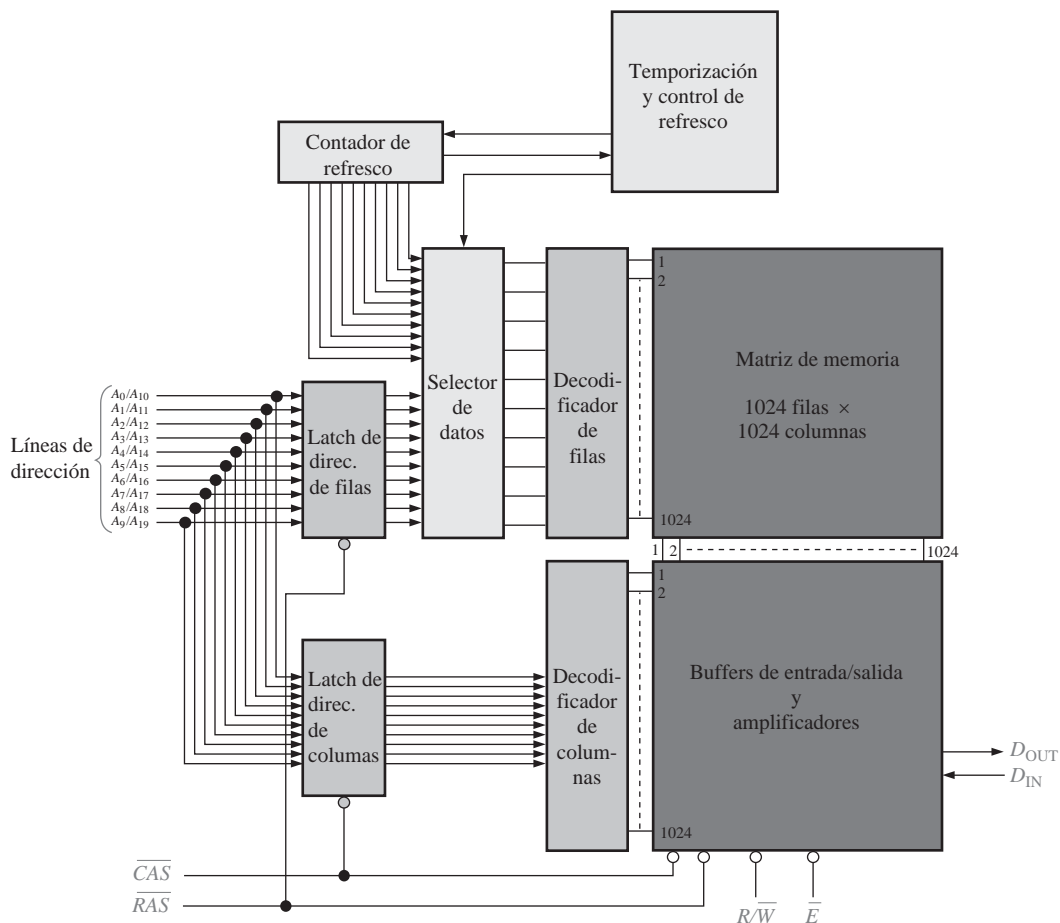

FIGURA 10.18 Diagrama de bloques simplificado de una DRAM de  $1M \times 1$ .
**Multiplexación de direcciones.** Las DRAM utilizan una técnica denominada *multiplexación de direcciones* que sirve para reducir el número de líneas de dirección. La Figura 10.18 muestra el diagrama de bloques de una DRAM de 1.048.576 bits (1 Mbit) con una organización de  $1\text{ M} \times 1$ . Vamos a centrarnos en los bloques de color gris oscuro para ilustrar la multiplexación de direcciones. Los bloques en color gris claro representan la lógica de refresco.
de un ciclo en modo página rápida, todas las direcciones de la fila seleccionada se habrán leído o escrito, dependiendo del nivel de  $R/\overline{W}$ . Por ejemplo, un ciclo en modo página rápida para la DRAM de la Figura 10.18 requiere que la señal  $\overline{CAS}$  se active 1024 veces para cada fila seleccionada mediante la señal  $\overline{RAS}$ .
El *refresco a ráfagas* y el *refresco distribuido* son los dos modos básicos de las operaciones de refresco. En el refresco a ráfagas, todas las filas de la matriz de memoria se recargan consecutivamente en cada período de refresco. Para una memoria con un período de refresco de 8 ms, se produce una vez un refresco a ráfagas de todas las filas cada 8 ms. Las operaciones de lectura y escritura normales se suspenden durante un ciclo de refresco de ráfaga. En el refresco distribuido, cada fila se refresca en intervalos entremezclados con los ciclos de lectura y escritura normales. Por ejemplo, en la memoria de la Figura 10.18, que tiene 1024 filas, un periodo de refresco de 8 ms exige que se recargue una fila cada  $8\text{ms}/1024 = 7,8 \mu\text{s}$ , cuando se utiliza el refresco distribuido.